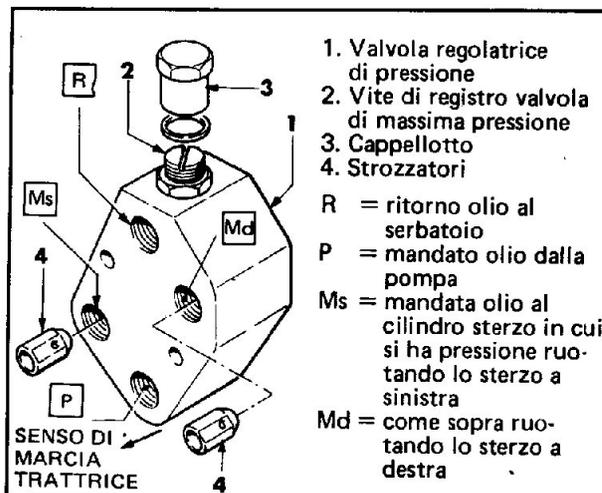
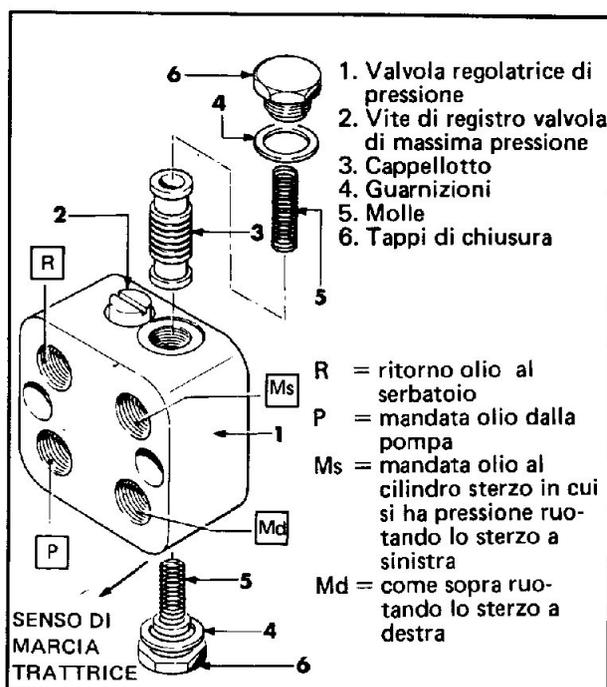

Figura 33. Taratura valvola idroguida (caso "A")
Figura 34. Taratura valvola idroguida (caso "B")
a. Movimento di sterzata irregolare	<ol style="list-style-type: none">1. Presenza di aria nel martinetto sterzo. Spurgare l'impianto.2. Le guarnizioni del martinetto sono difettose. Sostituire tutte le guarnizioni del martinetto.3. Valvola dell'idroguida sporca. Se è installata la valvola di figura 33, smontarla e pulire gli strozzatori. Nel caso della valvola di figura 34, smontarla e pulire il pistoncino e verificare che le molle non siano rotte.